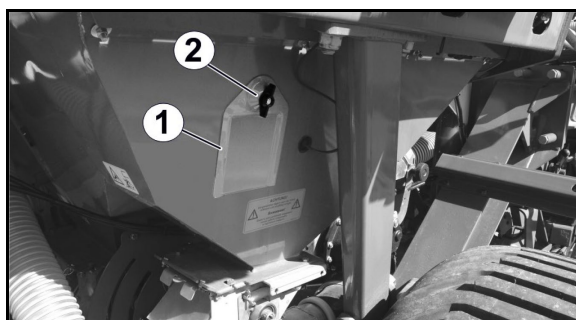

Рис. 102
1. Снимите планки безопасности (Рис. 102/1).
2. Открыть запорные краны (Рис. 102/1).